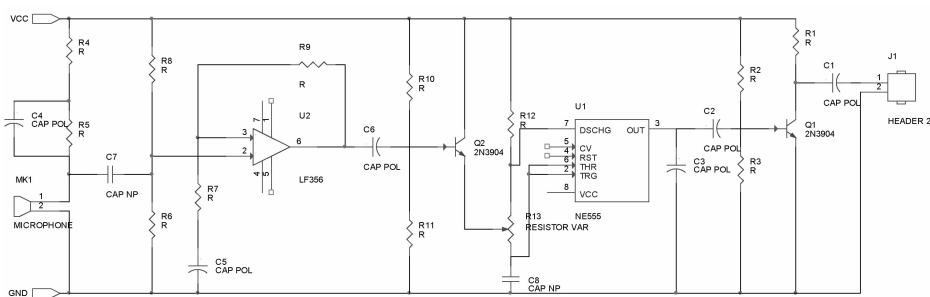

图 6-284 完成图页“FC”绘制
2) 选择菜单栏中的“Place (放置)”→“Wire (导线)”命令，或单击“Draw (绘图)”工具栏中的“Place wire (放置导线)”按钮，连接接地符号与对应接线端，至此完成原理图的绘制，如图 6-284 所示。